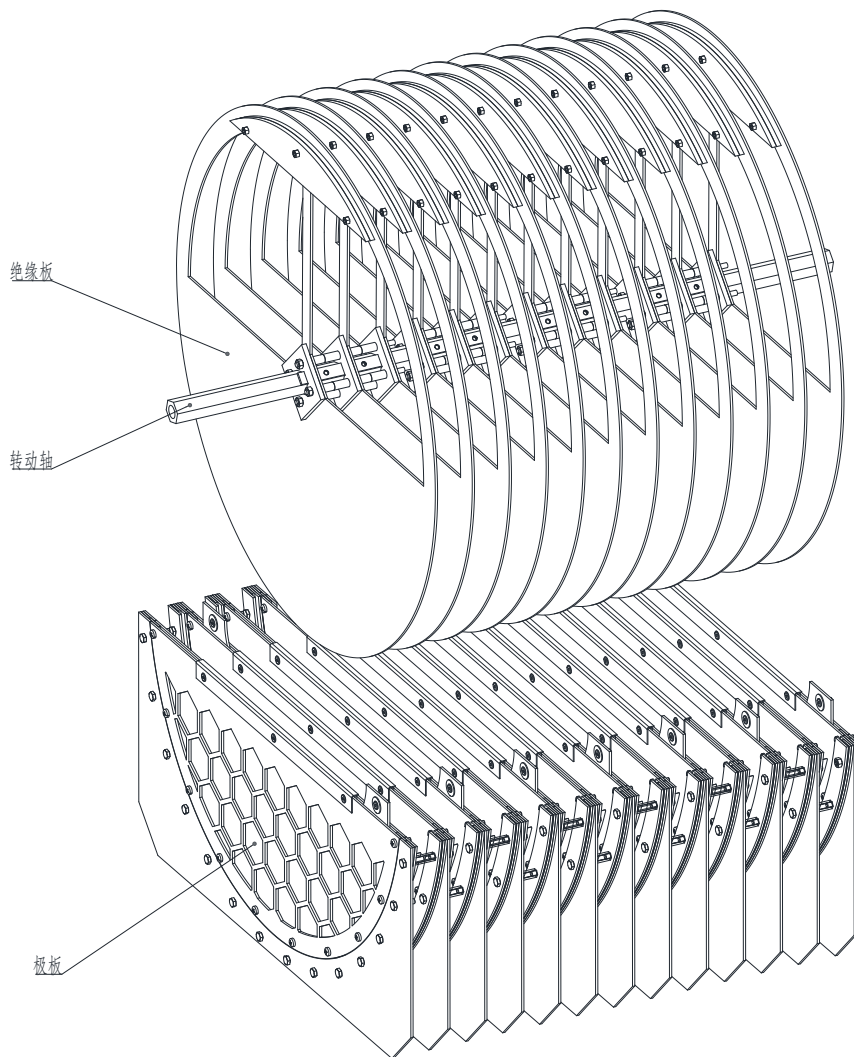
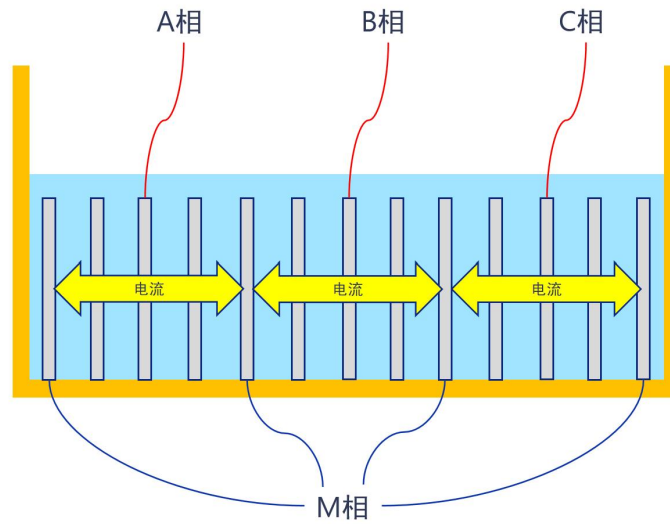
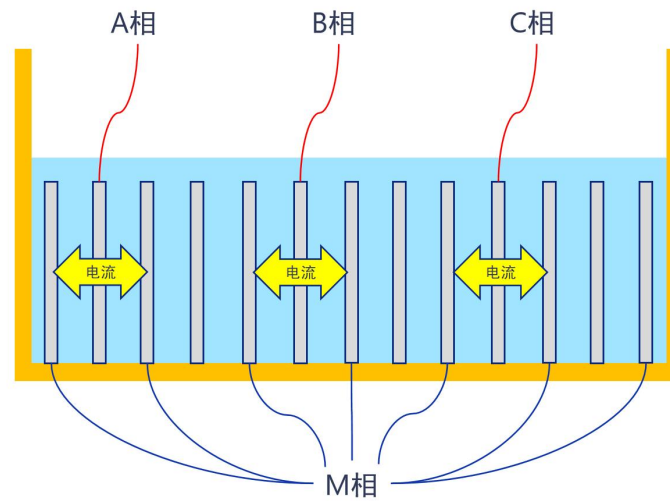
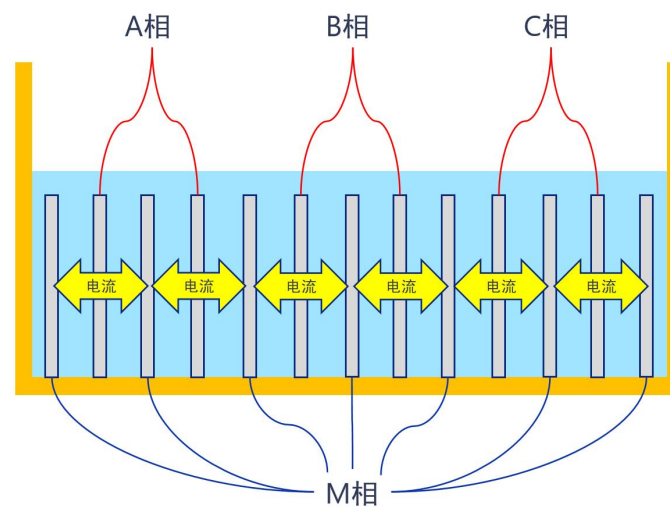

图 3 阻值调节系统
图 4 功率最大值为 30KW 时的接线方式
图 5 功率最大值为 60KW 时的接线方式
图 6 功率最大值为 120KW 时的接线方式
(1) 没有大功率散热风机的噪音,只有开水沸腾的声音,非常静音环保;
(2) 无需根据发电机组功率设置档位,可以无级连续调节电阻和功率;
(3) 可以同时满足多种不同功率发电机组的试验要求,无需购置多台干式负载箱。这是因为水电阻负载箱可以通过改变试验电源与极板的接线方式来改变功率最大值,图 4~6 分别是功率最大值为 30KW、60KW、120KW 时的接线方式。图 4 中, A、B、C 相与 M 相之间的极板间距比较长,是图 5 和图 6 的 2 倍;图 5 中,只有一半极板投入使用;图 6 中,所有极板都投入使用。
对于水电阻负载箱来说,这个问题可以轻松解决。虽说利用水电阻负载箱的无级调节功能可以在功率最大值为 120KW 的情况下实现 30KW 的调节,但是图 3 的阻值调节系统只转动了 1/4 的量程,调节精度下降了很多,因此并非最优解决方案。最优解决方案是:将接线方式从图 6 更改为图 4,即可将功率最大值从 120KW 更改为 30KW。如此一来,图 3 的阻值调节系统可以走完整个量程,调节精度保持不变。
当试验电源的功率不超过 30KW 时,将水电阻负载箱的接线方式切换到图 4,然后无级连续调节电阻和功率;在 30KW 与 60KW 之间时,切换到图 5;在 60KW 到 120KW 之间时,切换到图 6。如此一来,一台 120KW 的水电组负载箱即可顶替很多台干式负载箱,节省了大量采购成本。